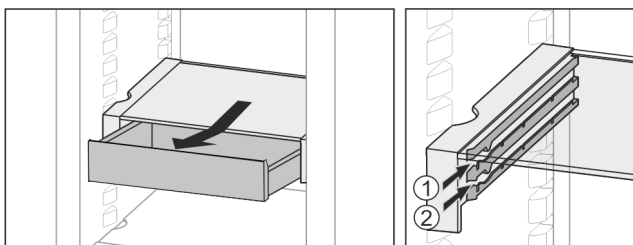

Fig. 15
- ▶ Вставити на будь-якій висоті Fig. 15 (1) або Fig. 15 (2).